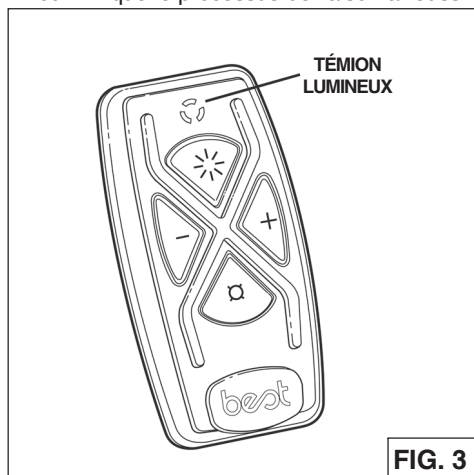

FIG. 3
2. Appuyez  simultanément sur les boutons  et  sur la télécommande pendant 5 secondes jusqu'à ce que le Voyant de la télécommande s'allume (Fig.3). Relâchez les boutons  et  puis appuyez et relâchez le bouton  pour confirmer la liaison. À ce stade, le Voyant de la télécommande commence à clignoter pour confirmer que la liaison est active.
Fonctions de la télécommande (Fig.3)